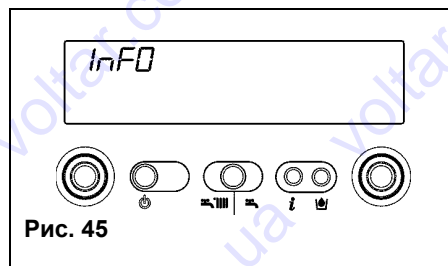

Рис. 45
При нажатии кнопки , дисплей погаснет и будет гореть только надпись InFO (рис. 45). При нажатии кнопки , котел позволяет отобразить некоторую полезную информацию, относящуюся к его работе. При каждом нажатии этой кнопки будет отображаться следующая информация. Если не нажимать больше эту кнопку, система автоматически вернется к стандартному отображению.
**Info 0** Отображается надпись InFO (рис. 45)